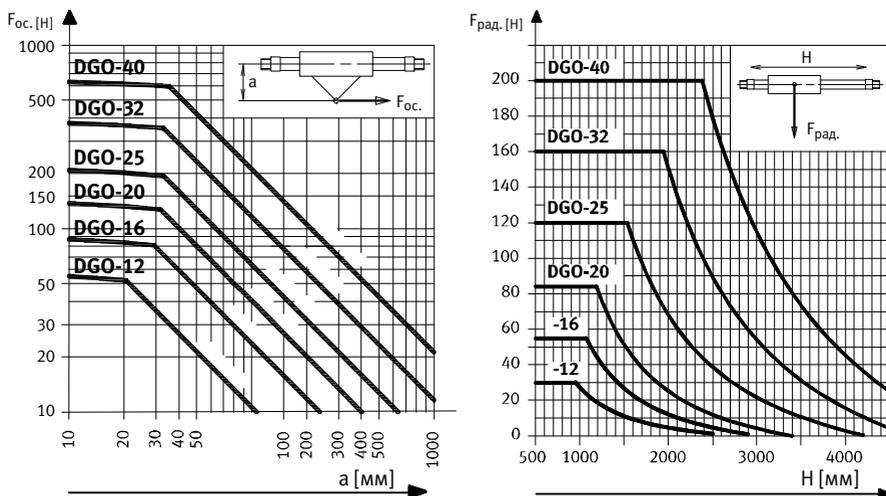

Fig. 8
- Расположите полезную нагрузку так, чтобы опрокидывающий момент, возникающий под действием силы F_{oc} , оставался параллельным оси перемещения, а плечо рычага “а” было минимальным (см. Fig. 8).
- Учитывайте максимальные значения радиальной силы $F_{рад.}$. (см. Fig. 8).